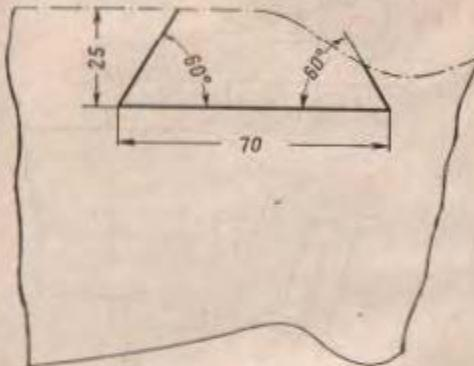

Рис. 88. Разделка паза для вклейки
(1) При наличии трещины или откола передней верхней части приклада на длине 70 мм разделать паз для вклейки (рис. 88),